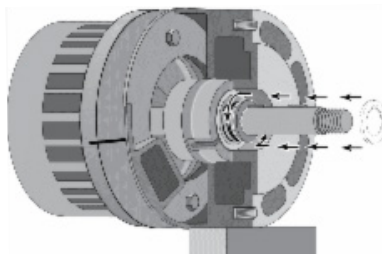

Figure 23
6. Poussez le joint d'arbre et le ressort de joint sur l'arbre, après vous être assuré que les faces du joint et l'arbre sont propres. Veillez à ce que l'arbre n'endommage pas la face du joint en carbone. Suivez le ressort du joint avec le porte-ressort; comprimez le ressort et faites tourner le porte-ressort d'un quart de tour pour le bloquer sous la première clavette de l'arbre (voir la figure 23).